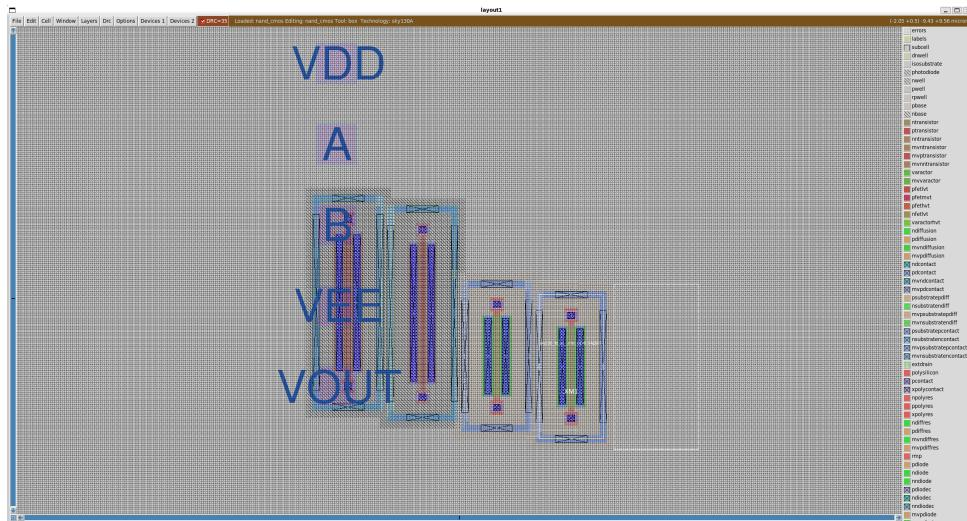

Figura 4: Layout importado com sucesso, exibindo os dispositivos e portas.
Passo 4: Projeto aberto e pronto para o layout O Magic irá processar o netlist e abrirá a célula com todos os transistores e portas já instanciados (sem posição ou roteamento definidos). O projeto agora está pronto para o início do trabalho de desenho do layout (Figura 4).